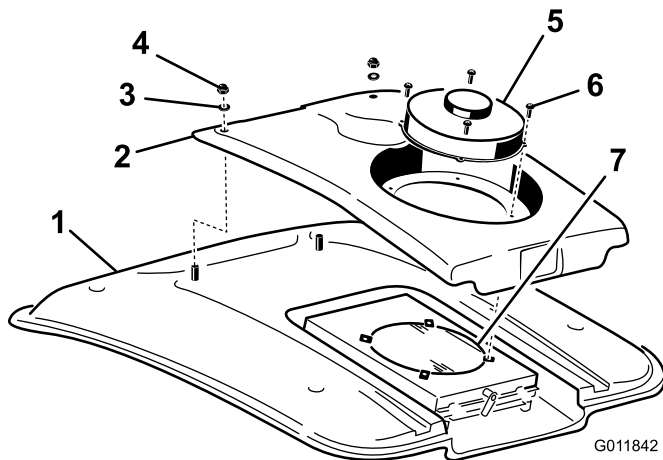

Figura 91
2. Retire os (4) parafusos que fixam a ventoinha e a cobertura do condensador à ventoinha (Figura 91).
4. Retire as duas porcas e anilhas que prendem a parte da frente da cobertura dos condensadores ao tecto da cabina (Figura 91).
8. Limpe cuidadosamente o condensador do ar condicionado com ar comprimido (Figura 91).